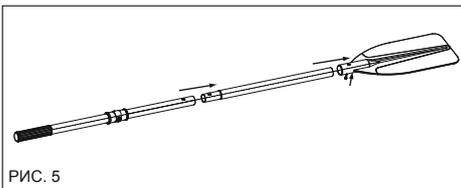

РИС. 5
1. Соедините две части весла; убедитесь в том, что подпружиненные контакты стали на место. (Рис. 5)